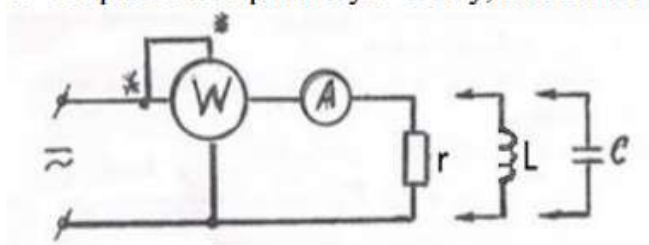

Рис.1 . Электрическая схема измерения мощности и тока в цепи с $R(r)$, L и C
1. Собрать электрическую схему, как показано на рис. 1.